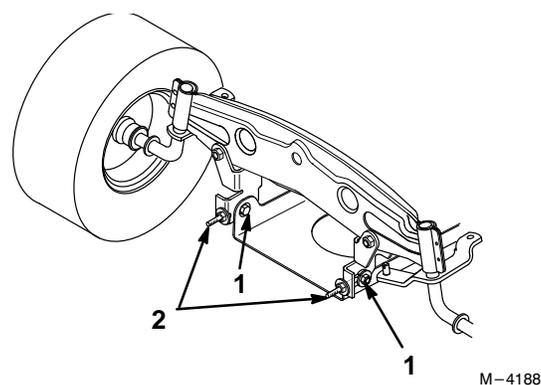

Figure 52
- Pour régler l'inclinaison avant/arrière des lames, desserrer légèrement les boulons de fixation de la plaque de pivot avant (Fig. 52).
- Visser ou dévisser les contre-écrous des boulons à oeil pour corriger l'inclinaison (Fig. 52): visser les contre-écrous des boulons à oeil pour relever l'avant du plateau de coupe, ou les dévisser pour l'abaisser.
- Quand l'inclinaison avant/arrière est correcte, resserrer les boulons de fixation de la plaque de pivot (Fig. 52).